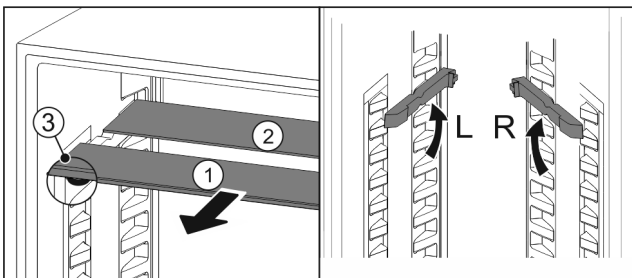

Fig. 28
- ▶ Glasplaten afzonderlijk vanaf de voorkant eruit trekken Fig. 28 (1).
- ▷ Glasplaat Fig. 28 (1) met sierlijst ligt voor.
- ▷ Stops Fig. 28 (3) zijn naar onder gericht.